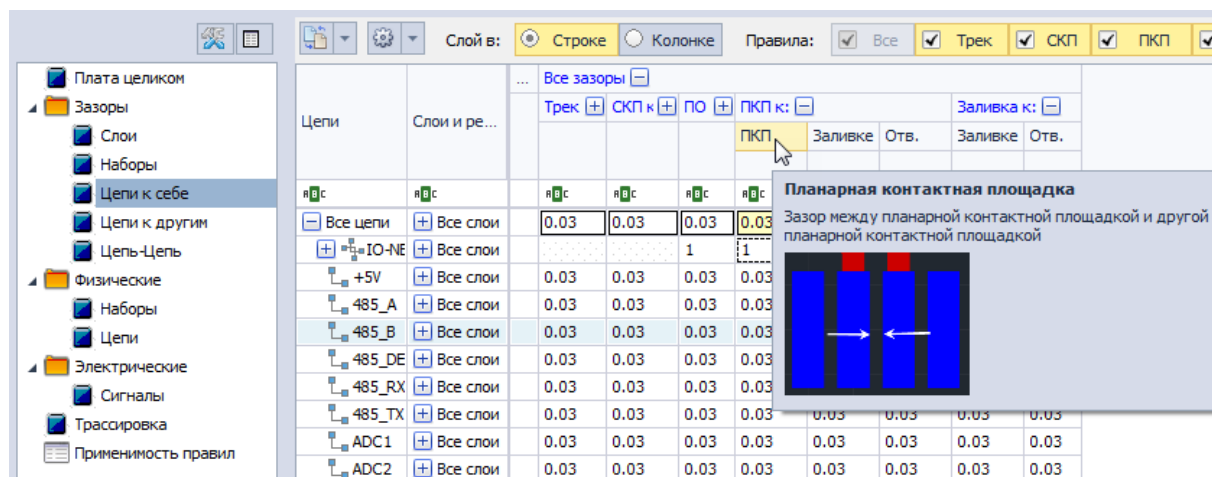

Рис. 21 Зазор между планарной контактной площадкой и другой планарной контактной площадкой
- Зазор между ПКП и ПКП обозначается как «ПКП к ПКП», Рис. 21. Зазор определяет область вокруг планарной контактной площадки, в которой не может присутствовать элемент планарной контактной площадки той же цепи.